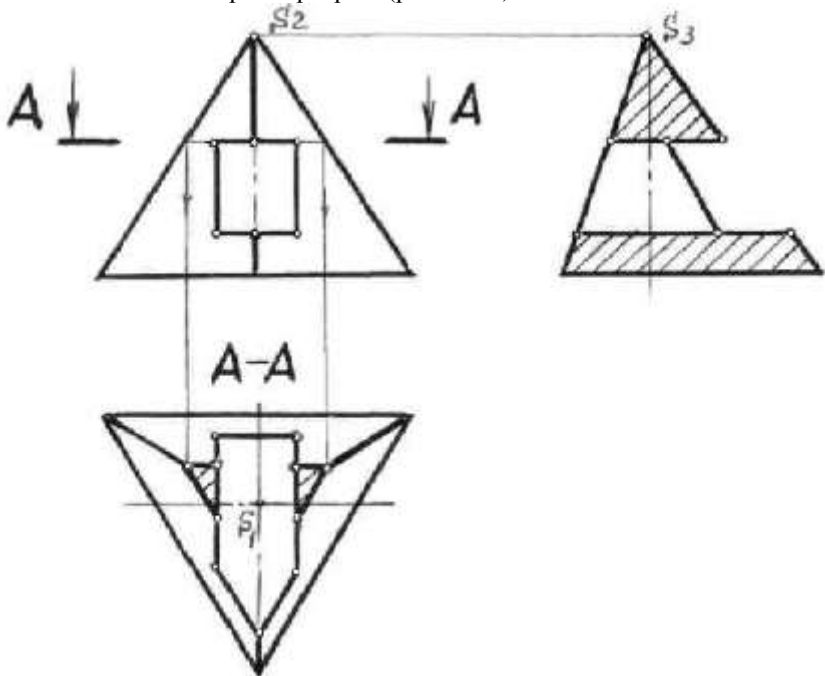

Рис. 6.2.1.
5. Виконати корисні розрізи (рис. 6.2.1).